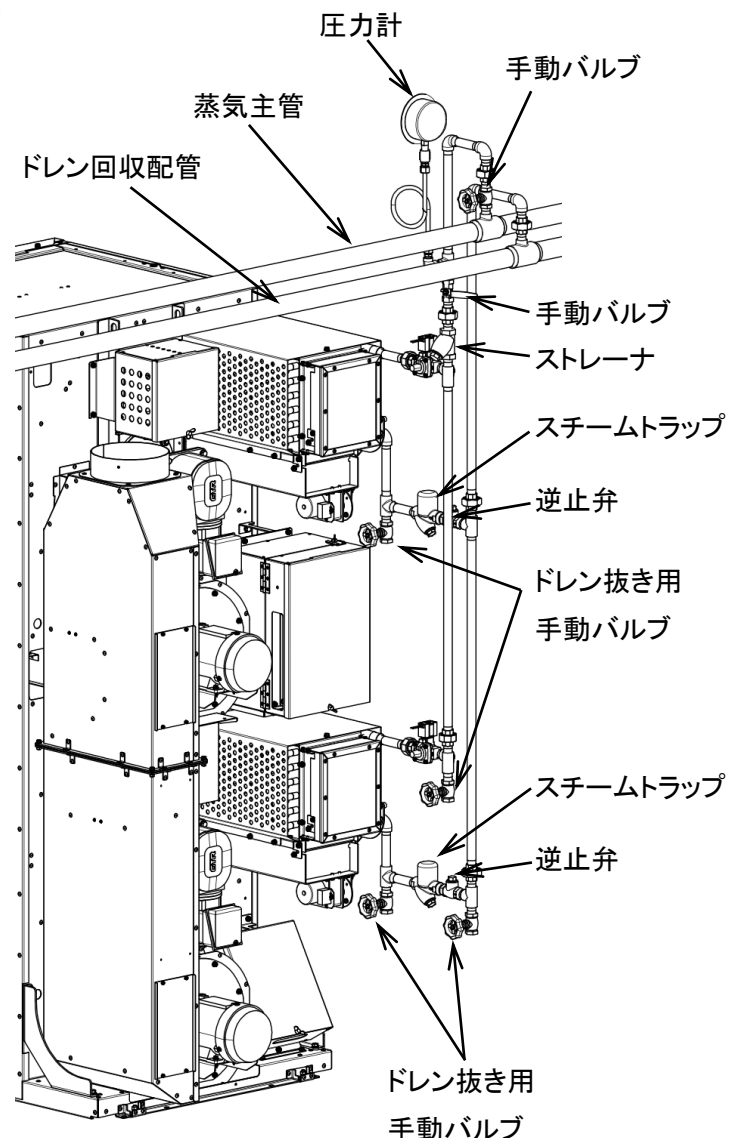

図 5-1
- ・ 蒸気入口および蒸気出口の接続口に所定の配管を接続してください。(図 5-1)
- ・ 排気ダクト接続口にダクトを接続します。接続口の外形はφ198mmです。(図 5-1)